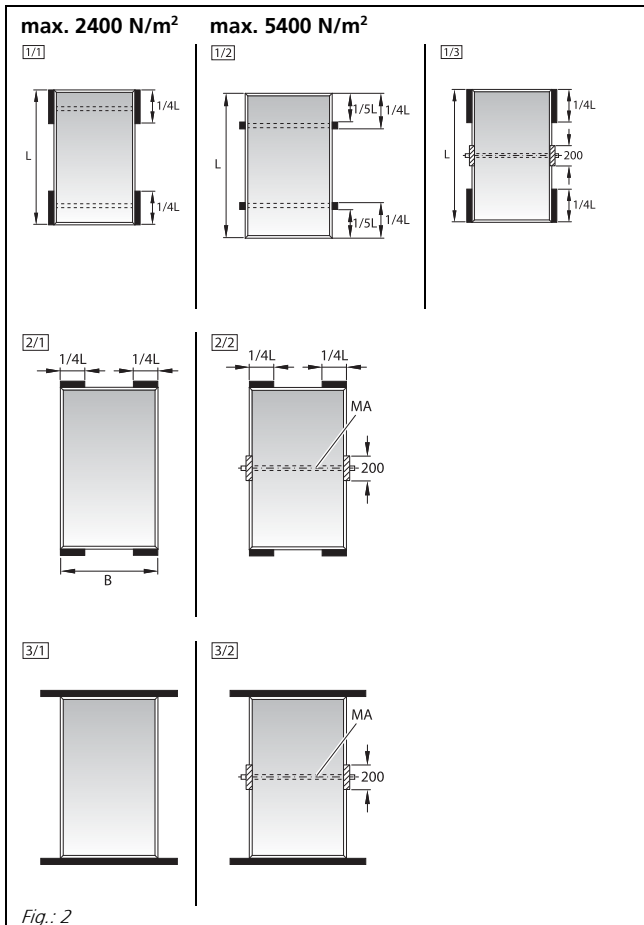

Fig.: 2
- ➔ Placer les profilés de serrage de fixation dans la zone de serrage indiquée (voir marquage ■ Fig. 2).
- ➔ Respecter les zones de support nécessaires (voir marquage ▬ Fig. 2).